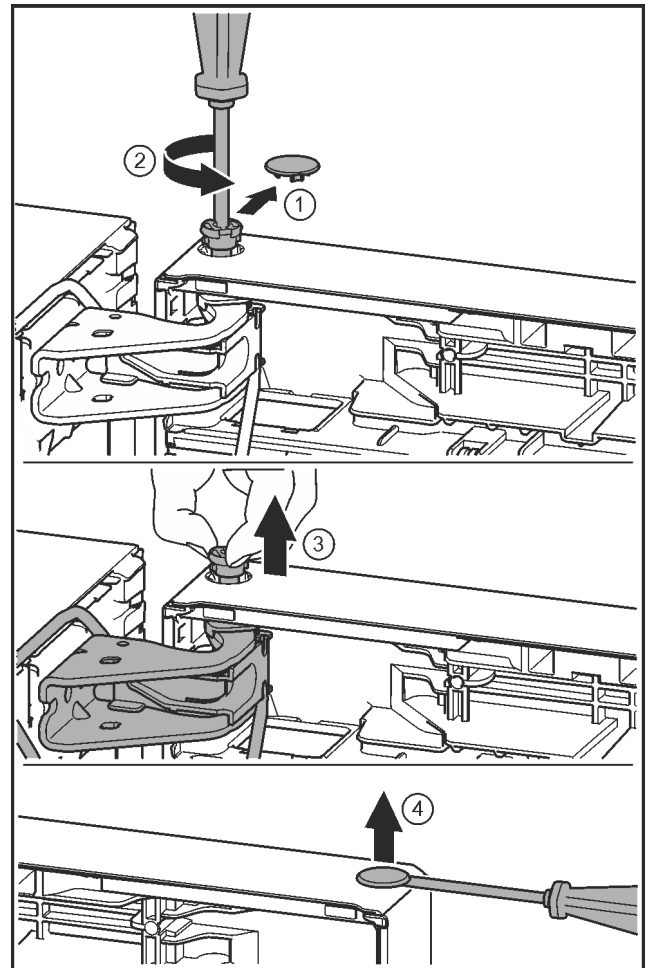

Fig. 26
- Sicherungsabdeckung vorsichtig abziehen. *Fig. 26 (1)*
- Bolzen mit Schraubendreher T15 ein Stück herausdrehen. *Fig. 26 (2)*
- Tür festhalten und Bolzen mit den Fingern herausziehen. *Fig. 26 (3)*
- Stopfen aus der Tür Lagerbuchse vorsichtig mit einem Schlitzschraubendreher anheben und herausziehen. *Fig. 26 (4)*